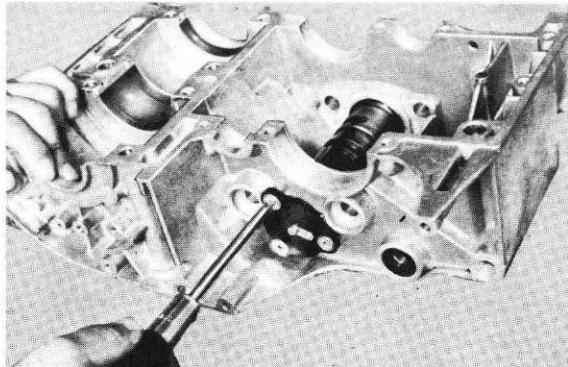

Fig. 4-15-14
- 1) Remove the screws holding the neutral switch, and then the neutral switch. (Fig. 4-15-14)
- 1) Retirez le contacteur de point mort après avoir enlevé les vis. (Fig. 4-15-14)
- 1) Neutralschaltstück durch Lösen der Befestigungsschrauben demontieren. (Abb. 4-15-14)